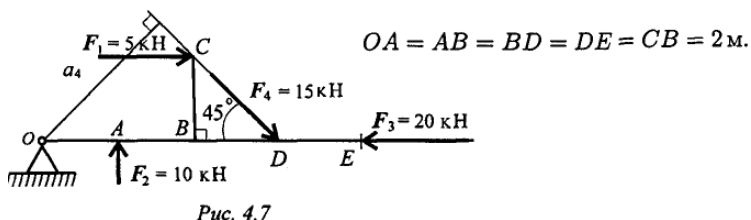

Рис. 4.7
3. Рассчитать сумму моментов сил относительно точки O (рис. 4.7).